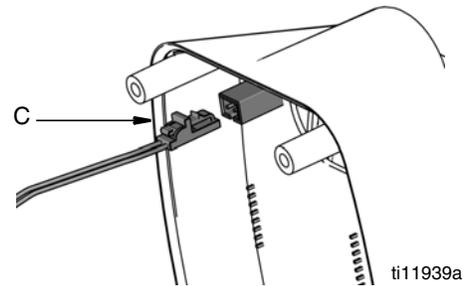

FIG. 9
- Para el Medidor Prefijado únicamente, reconecte el conector de la solenoide (C) (FIG. 9).